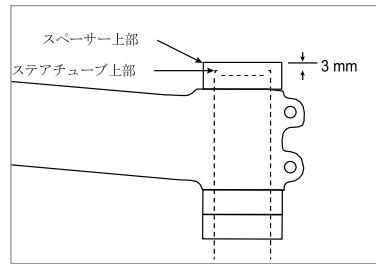

図 8
**注:** 切った後にトップキャップを取付けられるよう、ステアチューブは 10 mm スペーサーから 3 mm 下でなければなりません (図 8)。カーボンを切るか、合金/スチールを切るかで指示が異なりますので、以下を参照してください。